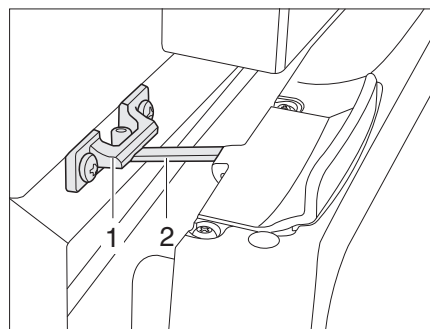

Fig. 148 Puerta del frigorífico en posición de ventilación (Thetford)
■ Abrir el bloqueo (Fig. 148,2) y engatillarlo en el alojamiento del bloqueo (Fig. 148,1). De este modo, la puerta del frigorífico quedará ligeramente abierta.